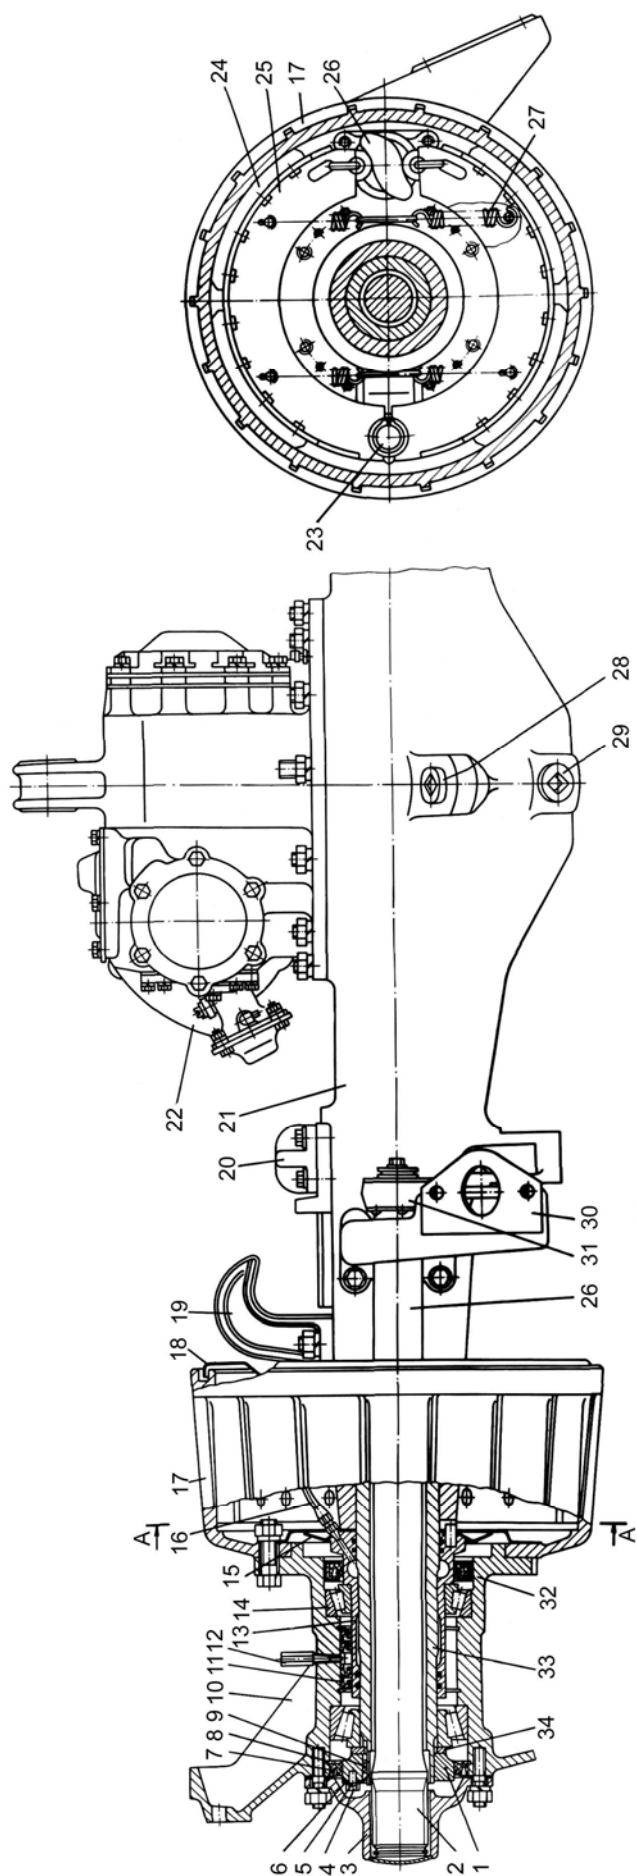

Рисунок 26 – Задний (промежуточный) мост.
-отогнуть стопорную пластину 5 (рисунок 26), вывернуть болты 4, снять стопор 6;